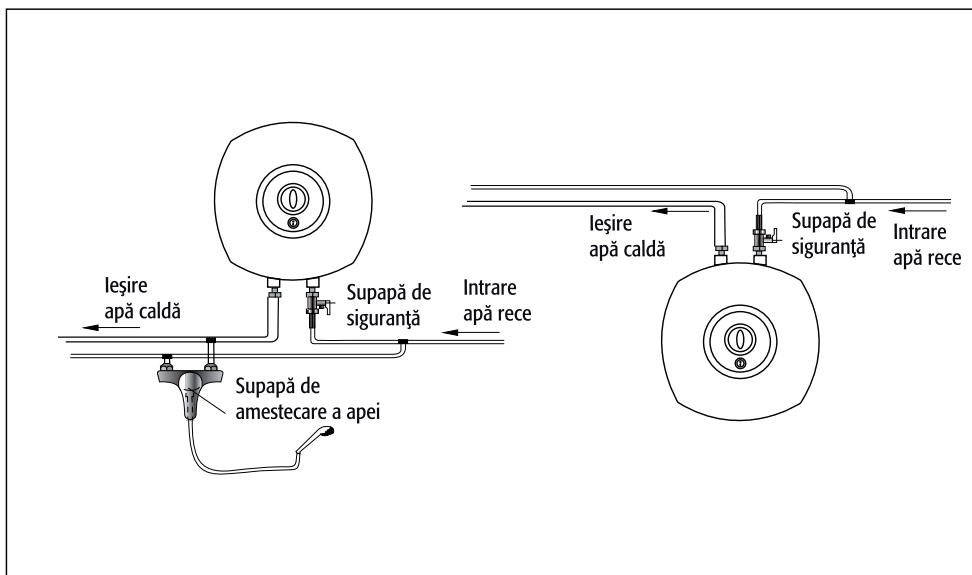

Figura 3
- ① Înșurubați supapa de siguranță la racordul de intrare a apei reci.
- ② Dacă alimentarea cu apă se face prin mai multe puncte, racordați conductele de intrare și ieșire a apei în punctele corespunzătoare special prevăzute. (Figura 3)
- ③ Pentru umplere, după finalizarea operației de racordare hidraulică, deschideți orice robinet de apă caldă, apoi deschideți robinetul general de apă (dacă utilizați un amestecător, rotiți mânerul spre poziția „apă caldă” până la capătul cursei). După câteva minute, va începe să curgă apă din robinetul de apă caldă, ceea ce înseamnă că rezervorul este plin. Închideți robinetul de apă caldă.
- ④ Verificați fiecare racord pentru a vă asigura că nu există pierderi de apă.